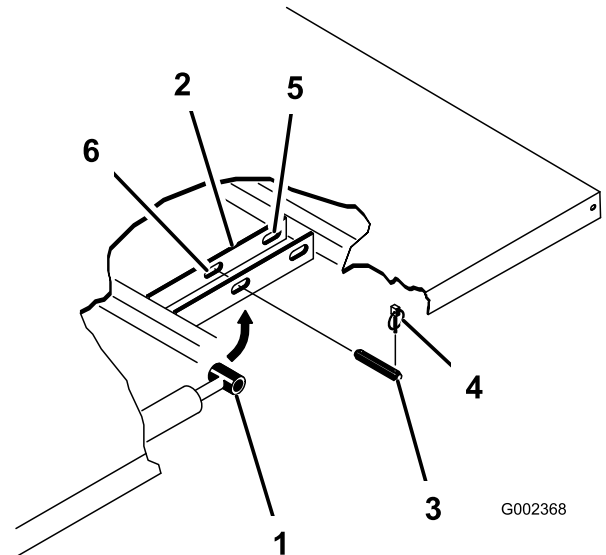

図 42
4. シリンダの外側端部からリンチピンを外す(図 42)。
5. シリンダロッドの端部を荷台取り付けプレートのスロットに固定しているクレビスピンを外す(図 42)。
6. ピボットブラケットをフレームに固定しているリンチピンとクレビスピンを外す(図 42)。